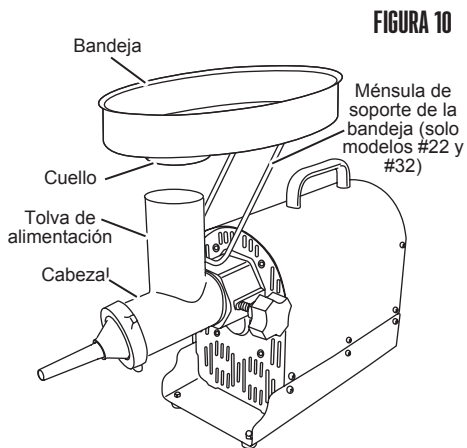

FIGURA 10
7. Inserte el cuello de la bandeja en la tolva de alimentación (**FIGURA 10**). Enchufe en un tomacorriente.
8. NUNCA opere el molino sin haber asegurado la bandeja en su lugar (**FIGURA 10**).